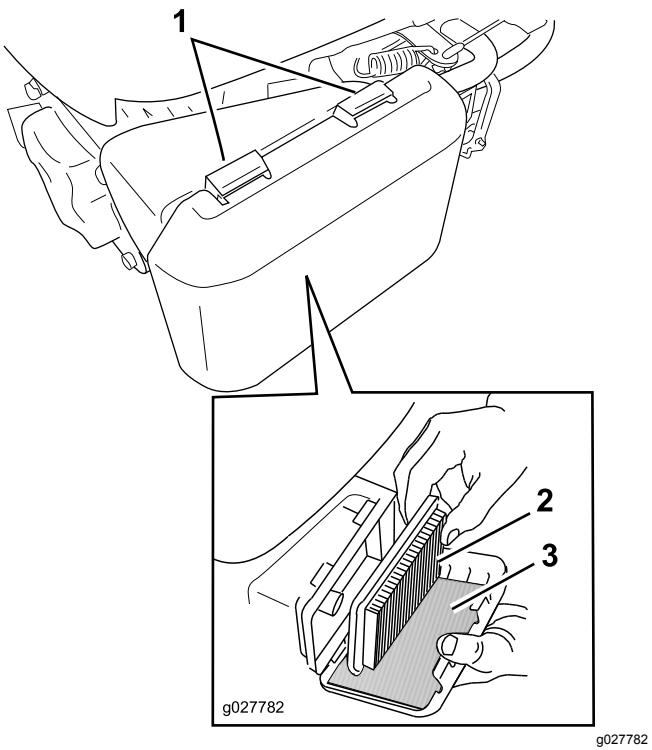

図 31
- エアフィルタカバーの上部についているラッチのタブを押す図 31。
- ペーパーエアフィルタとスポンジ製プレフィルタを外す図 31。